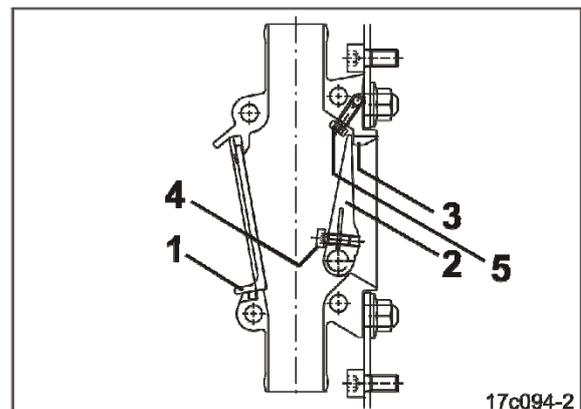

図 194
2. 組み立て式ウィンドウ (図 194/1) を上にずらし、フラップボックスから前方に取り出します。
3. フラップ (図 194/2) をストッパー (図 194/3) に押し付け、フラップがシャフト上で自由に動けるようになるまで六角穴付き止雌ねじ (図 194/4) を緩めます。
かず、タンクの開口部が閉じたままになるように、ロックねじ (図 194/5) を約 5 mm 回し出します。